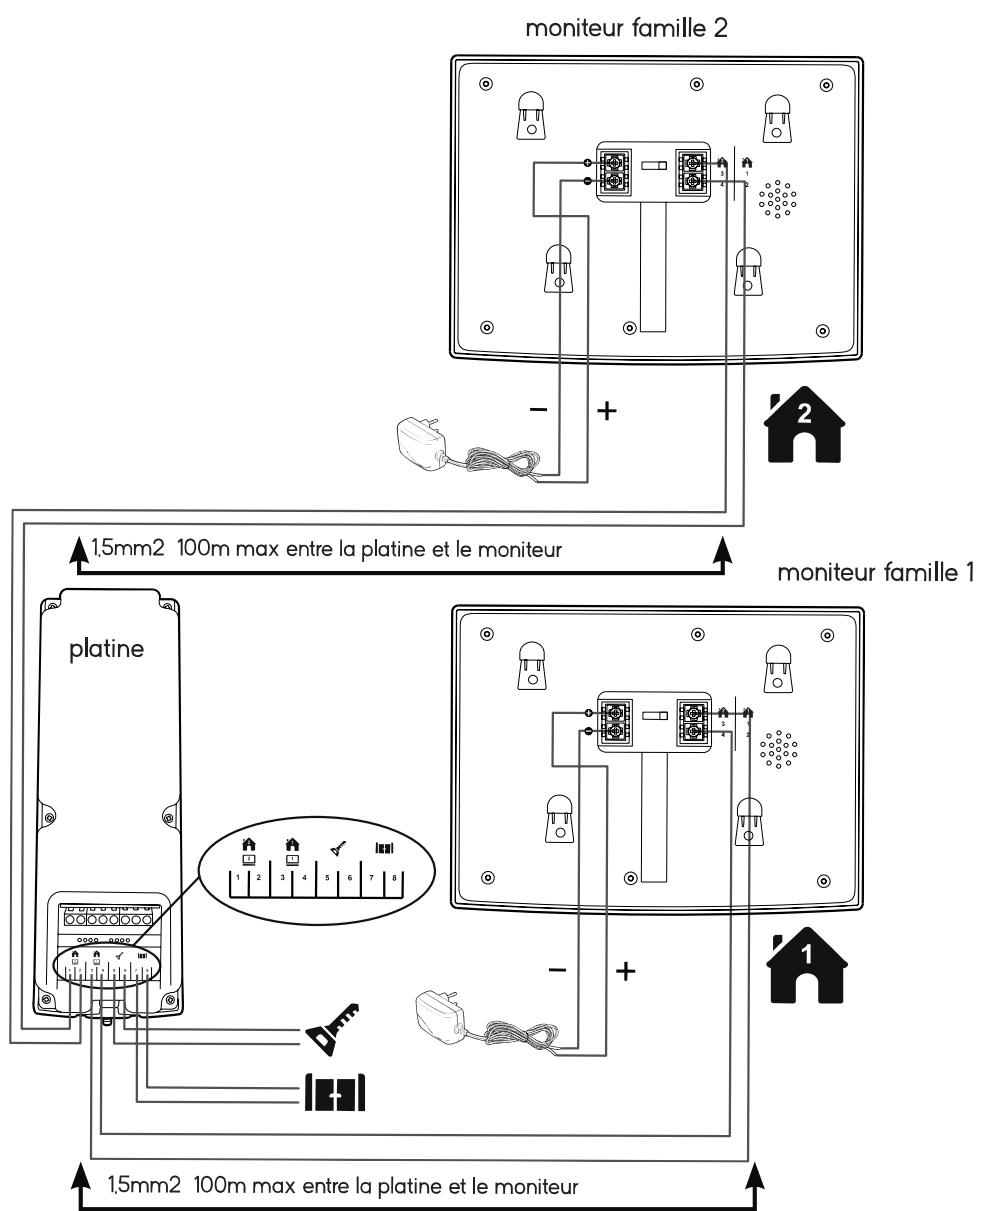

Fig. 10
- Afin de s'assurer d'une bonne qualité audio et vidéo, il est conseillé de ne pas utiliser plus de 100m de câble entre l'interphone et la platine de rue. La section des câbles à utiliser est indiquée en **Fig10**